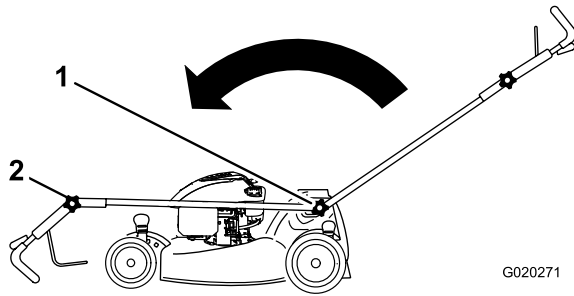

Bild 42
1. Lösen Sie beide Bügelhandräder, mit denen der Bügel am Chassis befestigt ist, bis Sie den Bügel frei bewegen können (Bild 42).
2. Schieben Sie den Bügel nach vorne, siehe Bild 42.
3. Lösen Sie das obere Bügelhandrad und klappen Sie den oberen Bügel zusammen, wie in Bild 42 dargestellt.